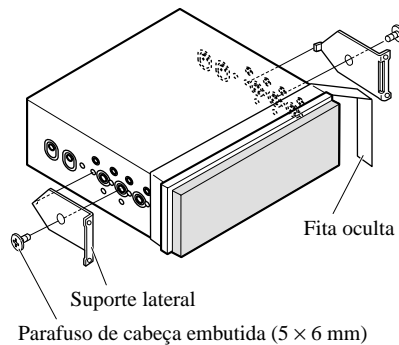

Fig. 11
1. **Decida a posição dos suportes laterais. (Fig. 11)**